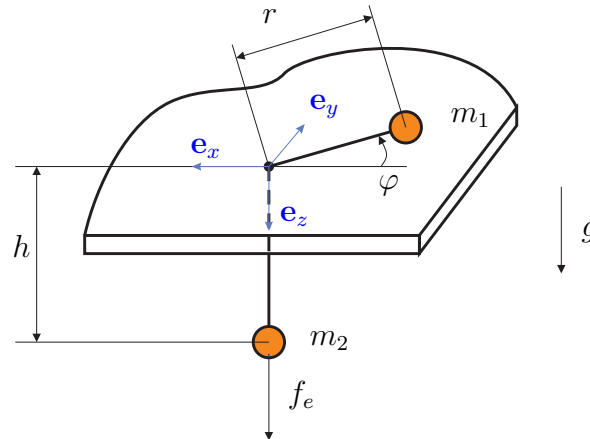

Abbildung 2: Zwei mit einem Seil verbundene Massen.
2. Zwei Punktmassen  $m_1$  und  $m_2$  sind durch einen masselosen Faden konstanter Länge  $L = r + h$  verbunden. Der Faden gleitet durch ein Loch in einer Ebene, wobei die Masse  $m_2$  an dem Faden vertikal bewegt werden kann und die Masse  $m_1$  auf der Ebene um das Loch mit dem Radius  $r$  und dem Winkel  $\varphi$  rotiert, siehe Abbildung 2. Dabei wird angenommen, dass das Seil stets gespannt sei und keine Reibung im System auftritt. Zusätzlich soll eine externe Kraft  $f_e$  berücksichtigt werden, welche an  $m_2$  in Richtung  $\mathbf{e}_z$  wirkt. 8 P.